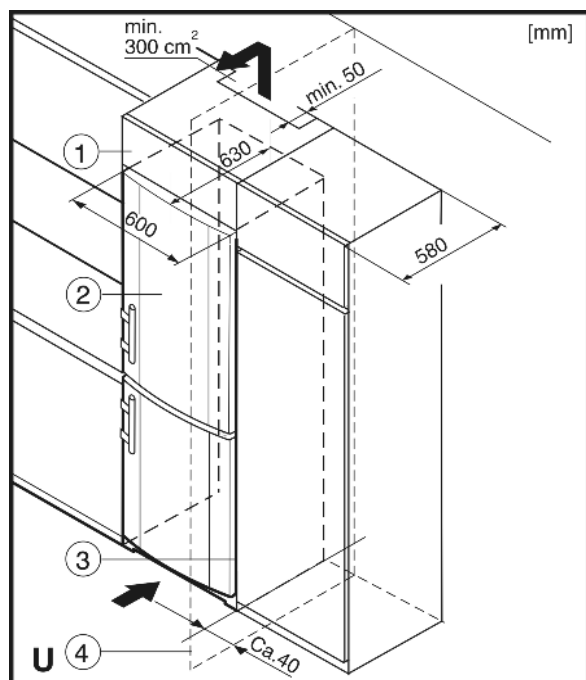

Fig. 9
- (1) Opbouwkast (3) Keukenkast
(2) Apparaat (4) Wand
Het apparaat Fig. 9 (2) kan worden ingebouwd in de keuken. Om het apparaat aan de hoogte van het keukenblok aan te passen, kunt u er een passende opbouwkast Fig. 9 (1) op plaatsen.
Bij ombouw met keukenkasten (max. diepte 580 mm) kan het apparaat direct naast de keukenkast Fig. 9 (3) worden opgesteld. De apparaatdeur steekt opzij 34 mm en in het midden van het apparaat 50 mm uit ten opzichte van het keukenkastfront. Hierdoor is de deur zonder problemen te openen en sluiten.
Plaatst u het apparaat met de scharnierkant naast een muur Fig. 9 (4), dan moet de afstand tussen apparaat en muur minstens 40 mm bedragen. Dit in verband met het uitsteken van de deurgreep bij een geopende deur.